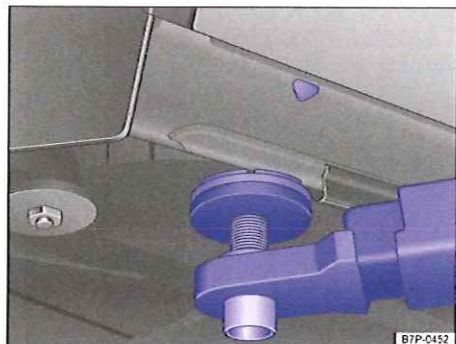

Fig. 251 Points de prise arrière pour le levage du véhicule avec le pont élévateur ou le cric.
Le véhicule ne doit être soulevé qu'aux points de prise indiqués sur les figures → fig. 250 et → fig. 251. Si le véhicule n'est pas soulevé aux points de prise indiqués sur les figures, il peut s'ensuivre des dommages sur le véhicule → ⓘ ainsi que des blessures graves → ⚠.
- Ne soulevez le véhicule que par les points de prise représentés sur les figures → fig. 250 et → fig. 251. Si le véhicule n'est pas soulevé aux points de prise indiqués, il peut tomber du pont élévateur, par ex. lors de la dépose du moteur ou de la boîte de vitesses.